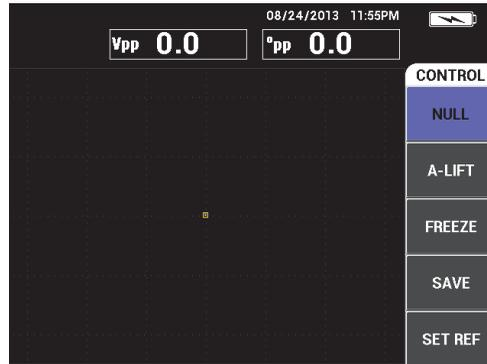

Figura 4-9 I comandi visualizzati sul lato destro dello strumento
3. Ruotare la manopola per selezionare **ON**, ed in seguito premere il tasto di menu MAIN FILTER () per visualizzare i comandi sul lato destro dello strumento (vedere Figura 4-9 a pagina 91).